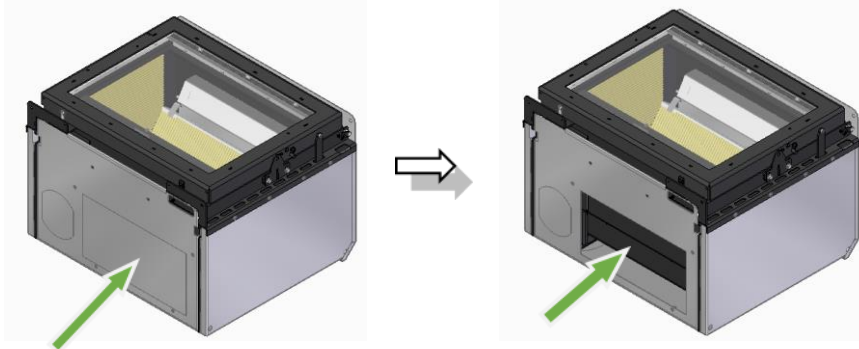

**Figura 51 – Ajuste de la manilla de la puerta, funcionamiento del microinterruptor**
d. Después de colocar los componentes en el equipo, Figura 50, debe ajustar la pestaña que está debajo de la puerta, para que la puerta después de cerrar la pestaña accione el microinterruptor, ver Figura 51.